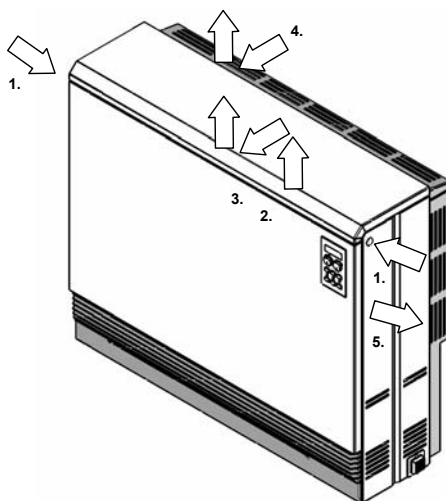

Fig.4
**1** Ouverture de l'accumulateur (Fig.4):